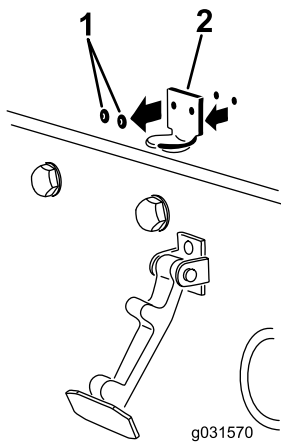

Bild 5
- Entfernen Sie die zwei Niete, mit denen die Halterung des Motorhaubenriegels an der Motorhaube befestigt ist (Bild 5).